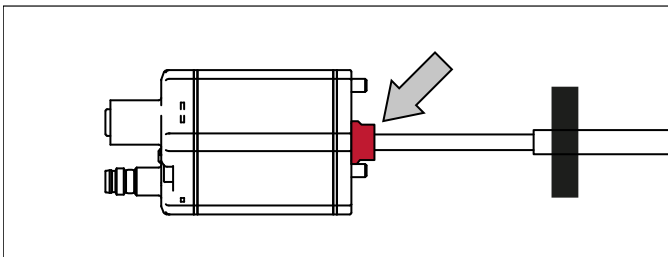

Abb. 32: Dichtung vor Einsatz in Sensorrohr HD/HL/HP entfernen
- Der Basissensor ist mit drei Schrauben am Sensorstab befestigt und lässt sich im Servicefall leicht austauschen. Entfernen Sie vor dem Einschleiben des Basissensors in das Sensorrohr HD/HL/HP die rote Dichtung am Übergang zwischen Sensorelektronikgehäuse und flexiblem Messstab (Abb. 32). Der Hydraulikkreislauf bleibt geschlossen. Mehr Informationen finden Sie im Kapitel „4.11.1 Austausch des Basissensors beim Modell RH5/RFV/RF5“ auf Seite 57.